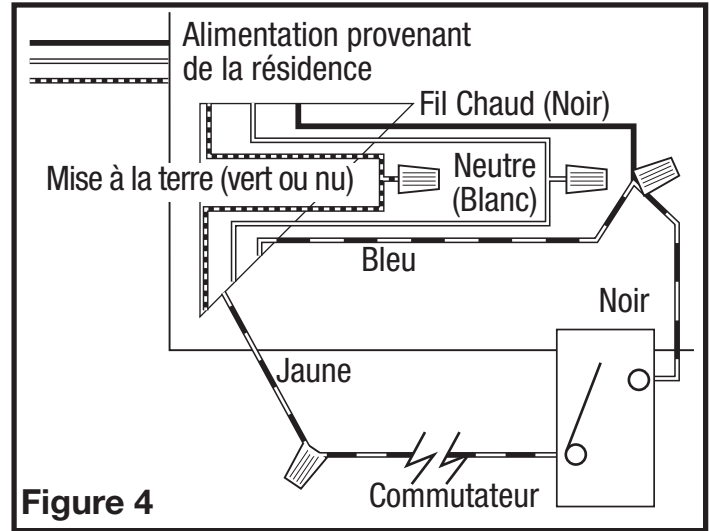

Figure 4
2. **Ventilation continue :** Pour les ventilateurs à deux vitesses, câblés pour la ventilation continue, reliez le fil blanc du ventilateur au fil (neutre) blanc de la source d'énergie. Reliez le fil de terre de la maison au fil vert du logement du ventilateur. Faites courir 2 fils d'un commutateur mural correctement mis à terre (non inclus) au ventilateur. Reliez le fil noir du ventilateur et un fil du commutateur mural au fil noir (chaud) du bloc d'alimentation. Reliez l'autre fil du commutateur mural au fil bleu du ventilateur. La fermeture du commutateur changera la vitesse de normale à élevée (**Figure 4**).